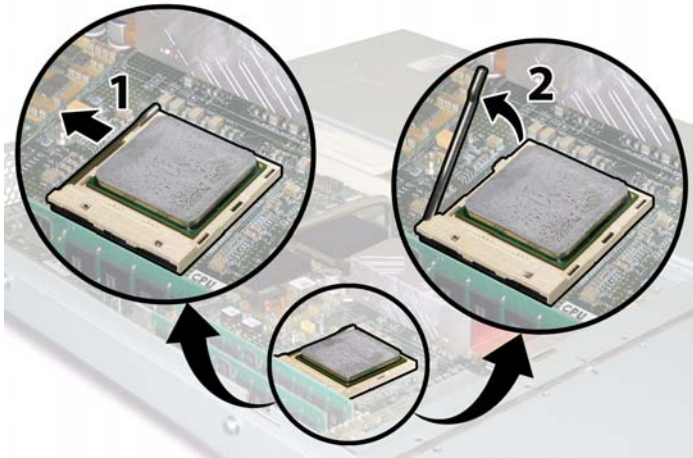

ABBILDUNG 3-10 Entriegeln des Feststellhebels des CPU-Sockels
- c. Ziehen Sie den Feststellhebel des CPU-Sockels ein wenig vom Sockel weg. Siehe ABBILDUNG 3-10.